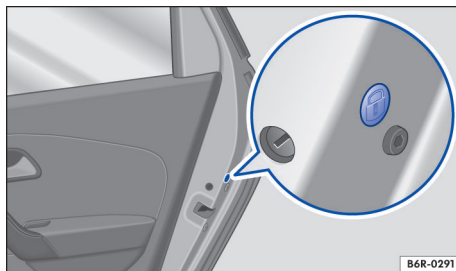

Fig. 49 Na porta traseira: travamento de emergência, coberto por uma vedação de borracha.
- Remover a vedação de borracha na lateral da porta. A vedação está identificada por um cadeado  → Fig. 49.